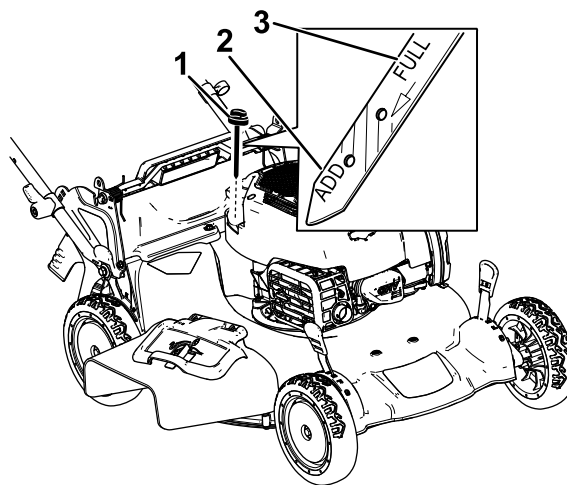

図 27
3. キャップを左に回してディップスティックを抜き取る 図 27。
10. ディップスティックの目印で油量を点検する 図 27。